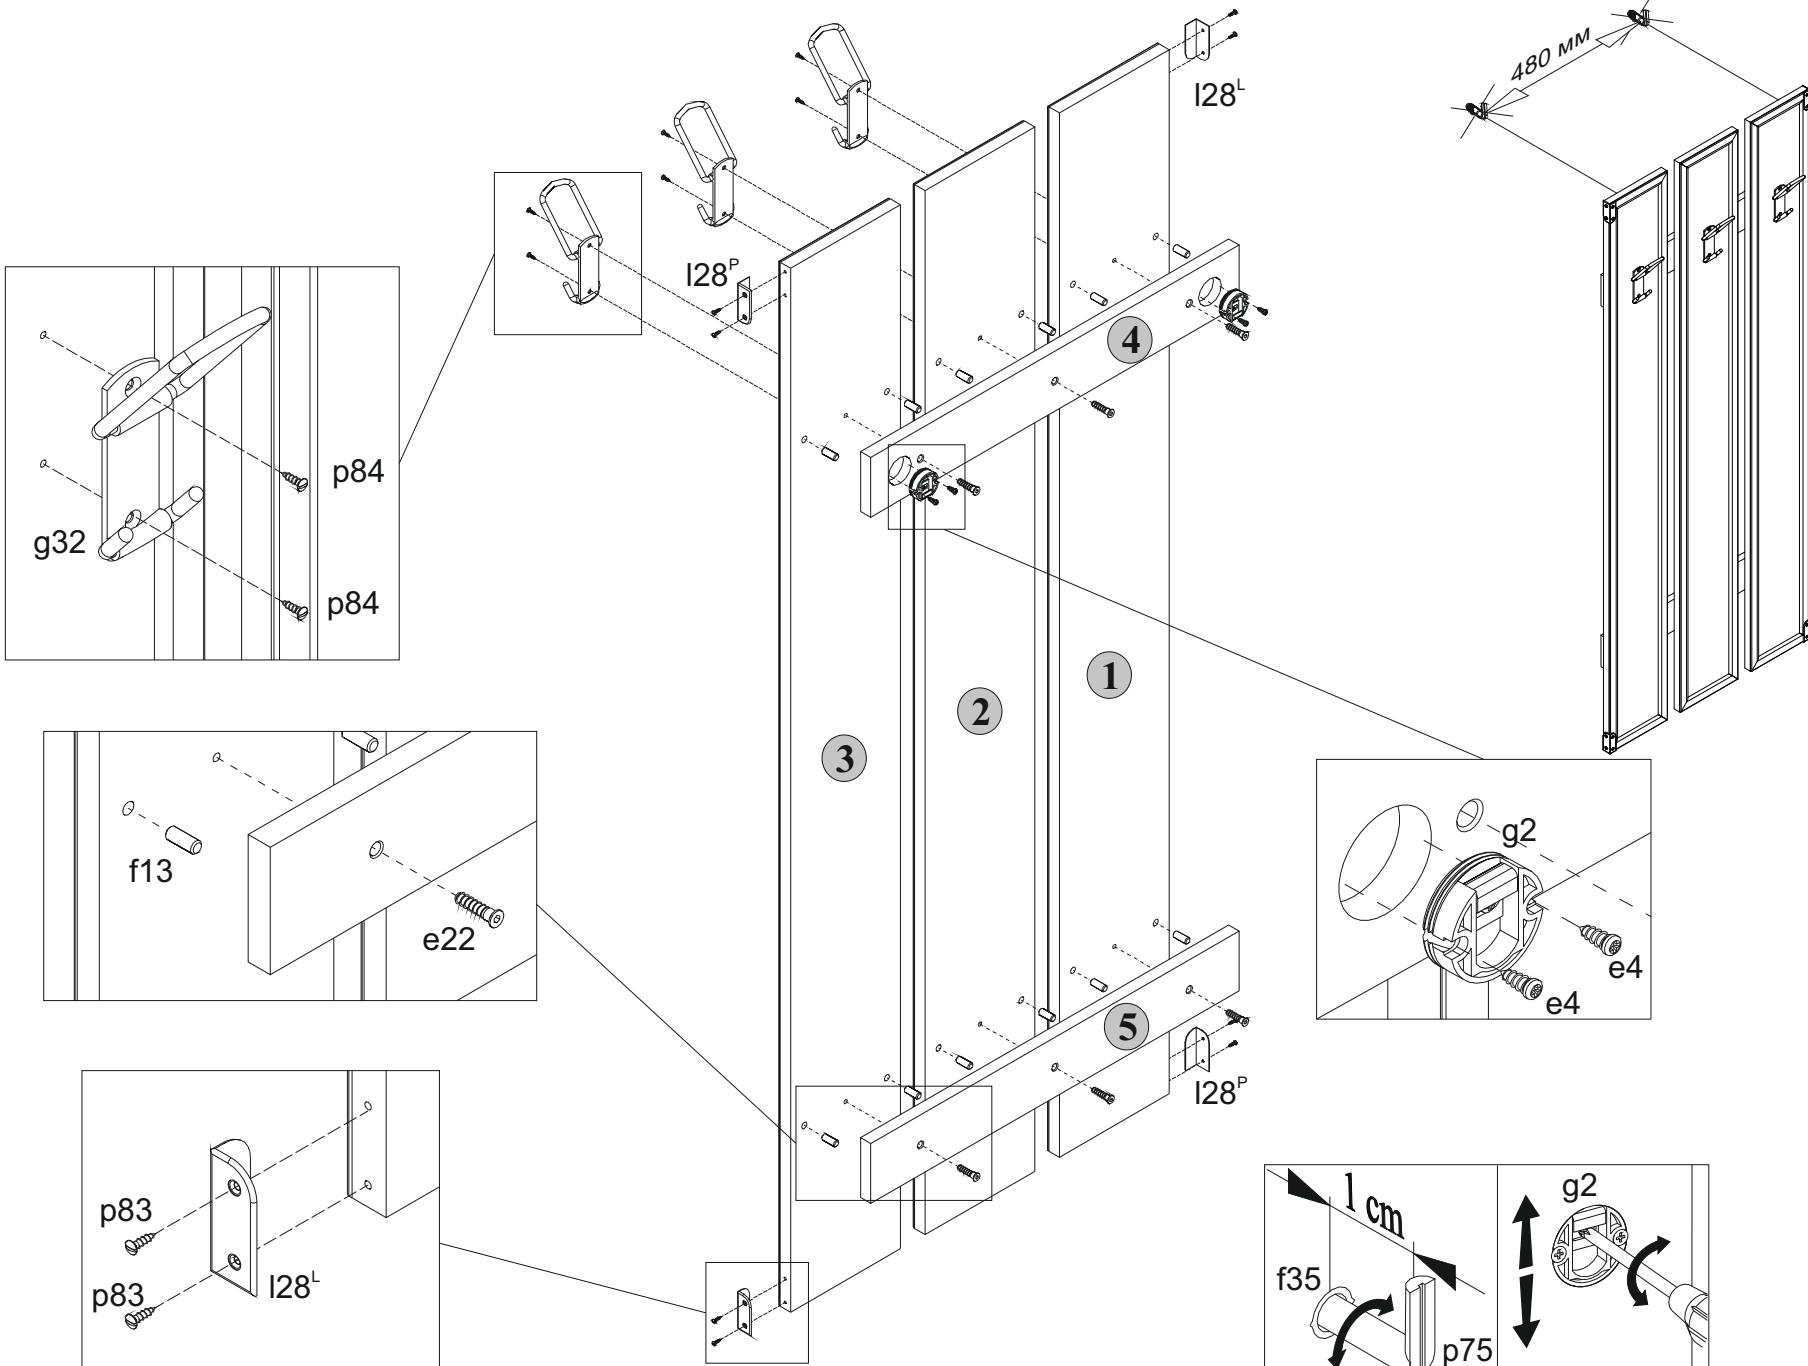

Рис. 2
5.3 В отверстия диаметром **35 мм** на тыльной поверхности планки цокольной **4** вставить петли для навешивания **g2** и закрепить их еврошурупами **e4**, пользуясь крестообразной отверткой, как показано на **рисунке 2.** (см.рис. 2).
5.8 **ВНИМАНИЕ!** В комплекте фурнитуры имеются дюBELя **f35** с крючками **p75** для навешивания вешалки на стену. Для этого необходимо в месте навешивания вешалки разметить и просверлить с помощью электродрели отверстия диаметром **10 мм** в стене напротив петель для навешивания, соблюдая расстояния, указанные на **рисунке 2**, забить с помощью молотка дюBELя **f35** в отверстия в стене, завернуть крючки **p75** в дюBELя **f35**, навесить вешалку на крючки **p75**. При необходимости отрегулировать положение вешалки вращая регулировочные винты на петлях **g2** (см.рис.2). Во избежание травматизма при проведении операции сверления будьте внимательны и осторожны.